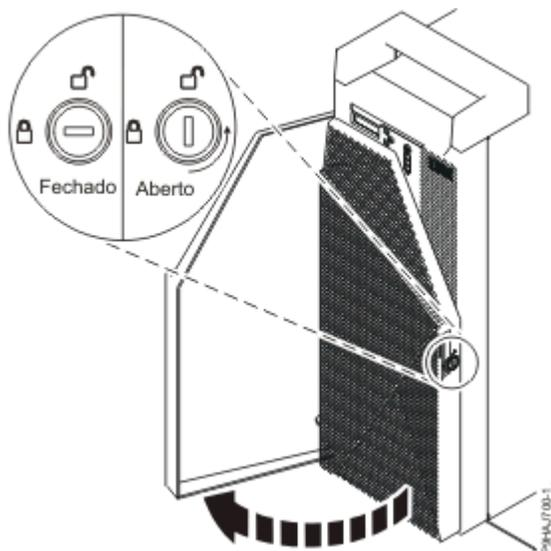

Figura 38. Desbloquear a porta anterior
- a) Insira a chave da porta anterior na fechadura conforme apresentado em Figura 38 na página 40. Rode a chave para a esquerda (em sentido contrário ao dos ponteiros do relógio) para destrancar a porta. Horizontal é bloqueado; vertical é desbloqueado. Abra a porta anterior.